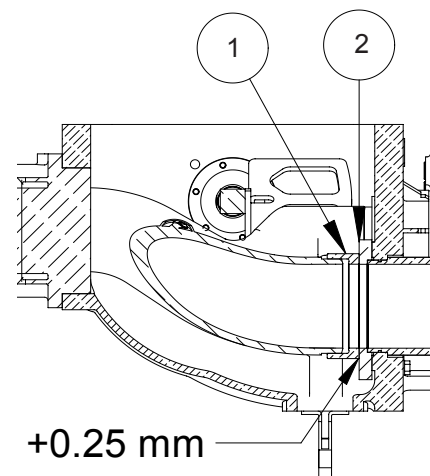

Fig. 29
La válvula en "S" se ha de regular si la distancia entre el disco (fig. 29, ref. 1) y la placa antidesgaste (fig. 29, ref. 2) es superior a 0,25 mm o si dicha válvula se atasca a menudo.
Si la válvula en "S" está mal regulada, la presión disminuye y, por consiguiente, durante la fase de bombeo, el caudal de material puede ser menor al suministrado en condiciones normales mientras que, durante la fase de lavado, se pueden producir pérdidas de agua entre el disco (fig. 29, ref. 1) y la placa antidesgaste (fig. 29, ref. 2).